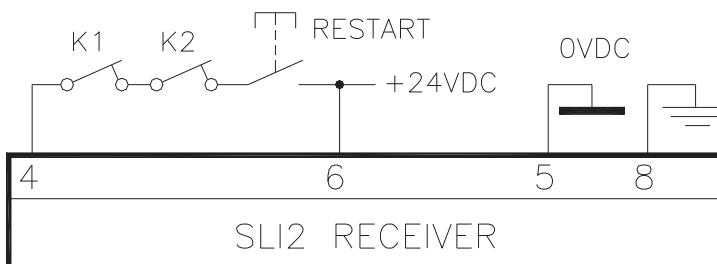

Bild 20 – Manuell mit Steuerung K1K2
- ☛ Bei manueller Funktionsweise macht dies außerdem das Vorhandensein der RESTART-Taste in Reihe mit den Ruhekontakten (Feedback) der externen Schütze K1/K2 erforderlich (Bild 20).